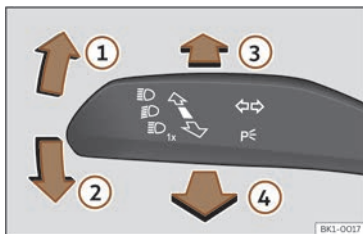

Fig. 104 Palanca dels intermitents i de llum de carretera (segons les versions).
- Des de la posició base, premeu cap endavant la palanca dels intermitents i llum de carretera >>> **fig. 104 (3)**.
- **O BÉ:** si l'assistent del llum de carretera està connectat, estireu cap enrere la palanca dels intermitents i de llum de carretera >>> **fig. 104 (4)**.